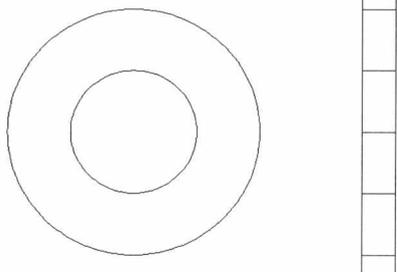

图1-10 偏移直线
**步骤 10** 在命令行中输入OFFSET（偏移）命令并按回车键确认，根据命令行提示进行操作，输入7.5，选中水平直线，沿垂直方向向上和向下偏移，输入15，依次偏移4条直线，效果如图1-10所示。